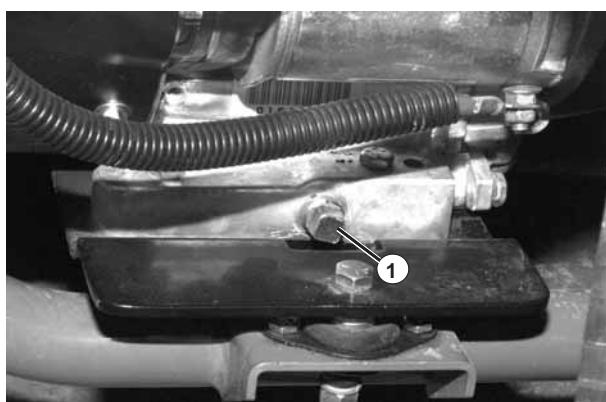

Fig. 9.5.2
- 1 Después de calentar el motor, quite el tapón de vaciado (Fig. 9.5.2) y saque todo el aceite del cárter.